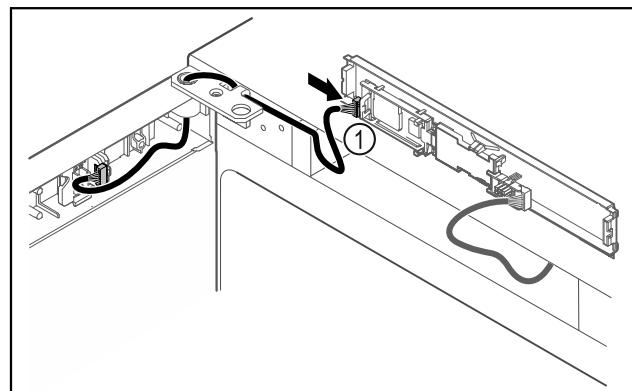

Fig. 46
- Piespraudiet spraudni Fig. 46 (1) pie shēmas plates.